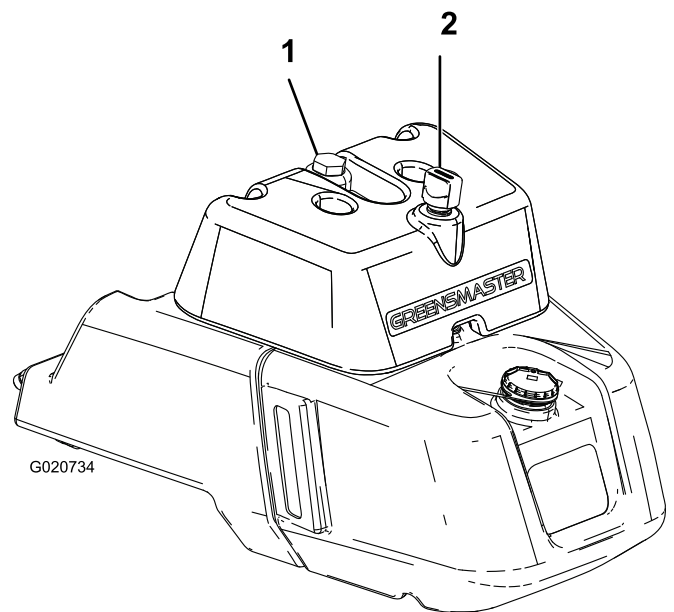

Figura 24
2. Retire el tapón del depósito (Figura 24).